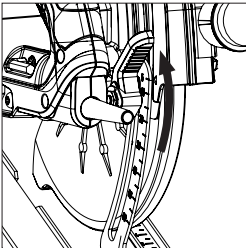

Fig. 10
- Slăbiți mecanismul de blocare a adâncimii reglate trăgând în sus de clapeta de operare. (Fig. 10) (model ilustrat: CCSL. Toate celelalte modele sunt asemănătoare.)